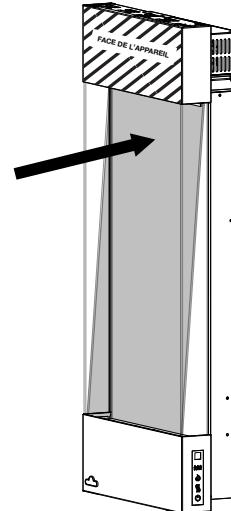

Fig. 3
3. Poussez le haut du verre contre le haut du panneau en plastique (**Fig. 3**).
- À l'aide des crochets de retenue, accédez à l'arrière du verre puis glissez-le par l'avant (**Fig. 3**).